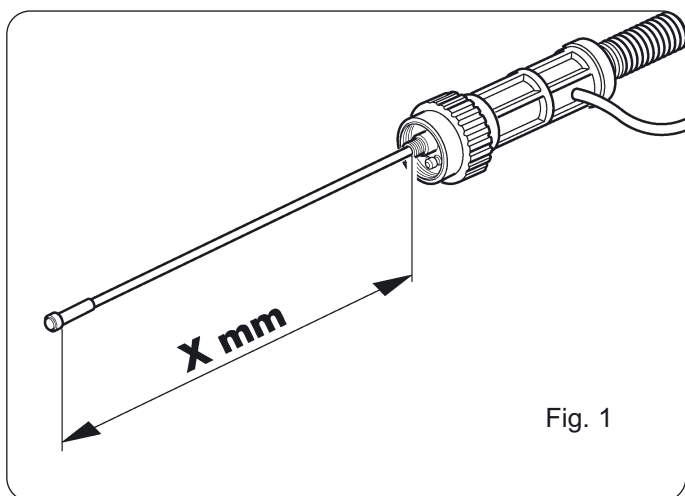

Fig. 1
- O guia é mais longo que a tocha, permanece **X mm** mais avançado (veja fig. 1).
- Medir com precisão a parte que avança (veja fig. 1).